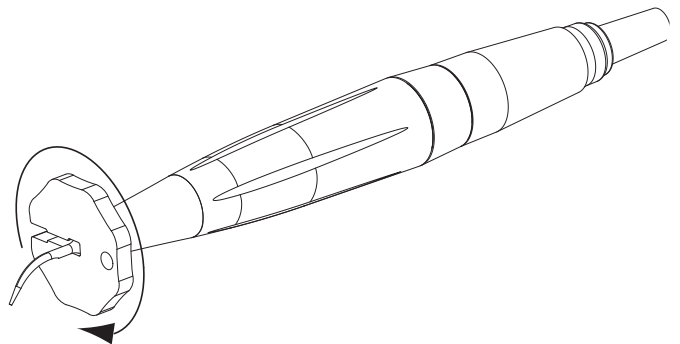

Bild 5 Åtdragning av spetsen med skruvnyckel
3. Sterilisera spetsarna före användning (kapitel 6 "Sterilisering och reservdelar"). Sätt den valda spetsen på plats och dra åt endast måttligt med hjälp av medlevererad skruvnyckel (bild 5 nedan).